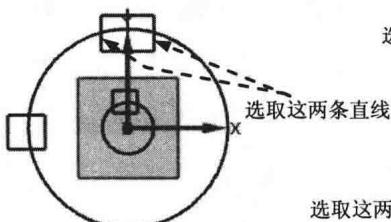
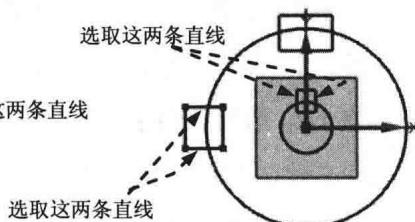

图 1.2.5 对称约束 1
图 1.2.6 对称约束 2
Step4. 添加几何约束。单击“设为对称”按钮 \square ，系统弹出“设为对称”对话框，依次选取图 1.2.5 所示的两条直线，选取 Y 轴为对称中心线，则这两条直线会关于 Y 轴对称；参照上述步骤约束图 1.2.6 所示的直线关于 Y 轴对称；参照上述步骤约束图 1.2.6 所示的直线关于 X 轴对称。